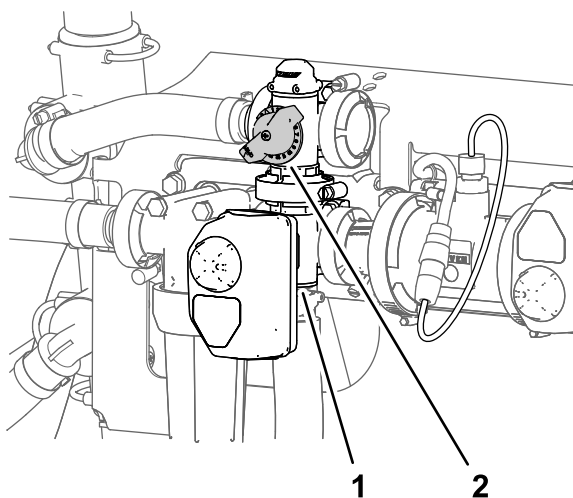

Figure 36
11. Réglez la vanne de dérivation d'agitation (Figure 36) à l'arrière de la vanne d'agitation jusqu'à ce que la pression indiquée sur le manomètre soit 6,89 bar (100 psi).